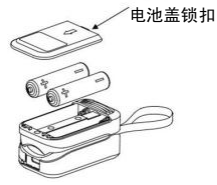

图 4 安装电池
- 将血氧仪底部的电池盖拉出。见图 4。
- 安装两节“AAA”型号的电池, 正负极放置方向如图 4。